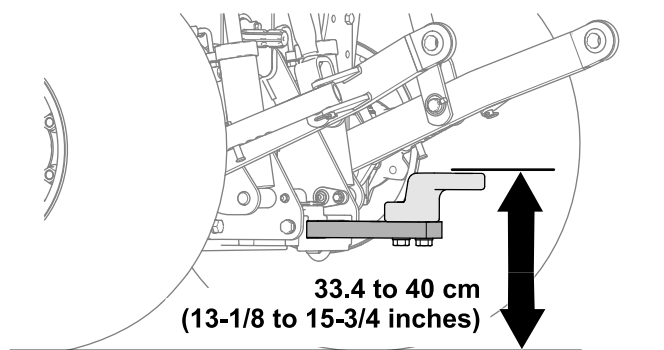

Рисунок 21
- Рабочая высота: от 33,4 до 40 см (от 13¼ дюйма до 15¾ дюйма); см. Рисунок 21.